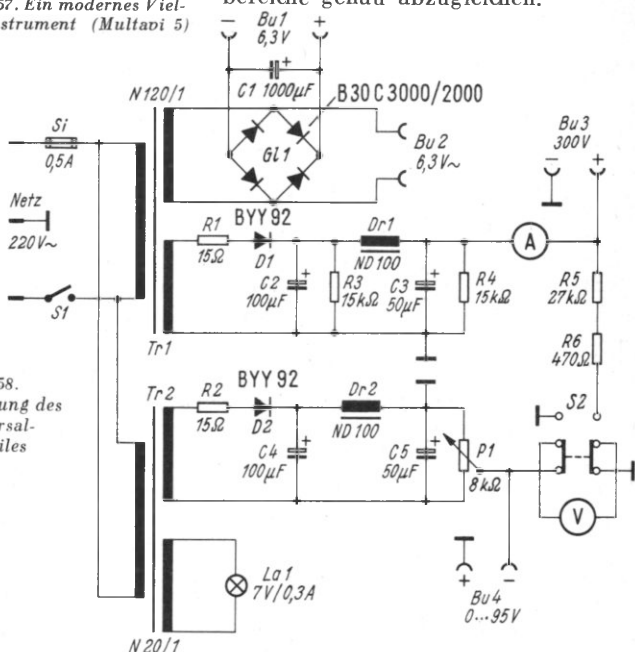

Bild 157. Ein modernes Vielfachinstrument (Multavi 5)
& Braun) auch wegen der vielen Meßbereiche (32) große Vorzüge bietet (Bild 157). Sämtliche erforderlichen Vor- und Nebenwiderstände sind eingebaut. Ähnliche Vielfachinstrumente sind heute in zahlreichen Modellen am Markt.